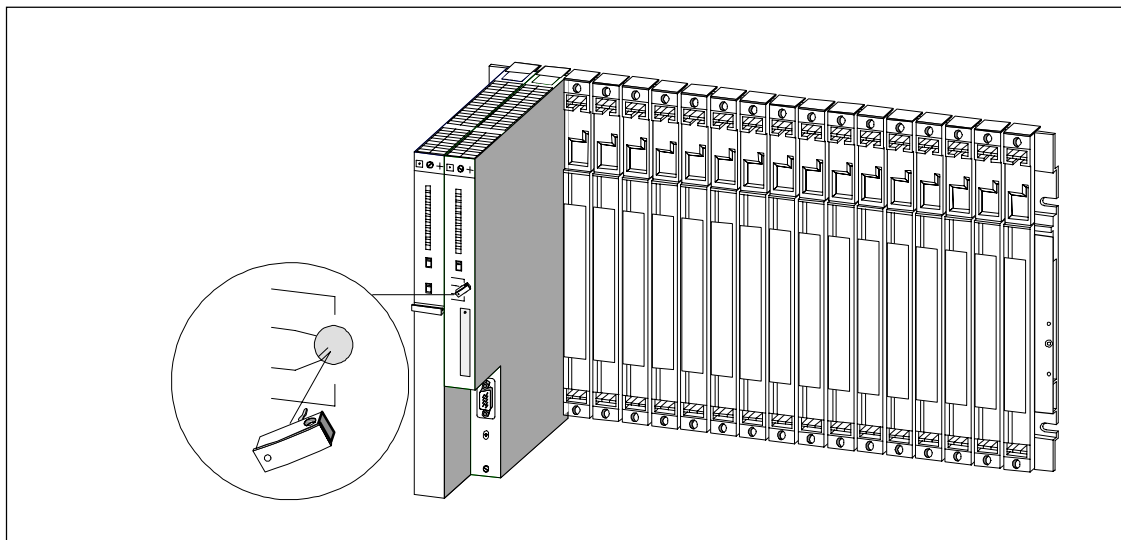

Рис. 5-12. Установка ключа в CPU
8. После установки всех модулей вставьте ключ в переключатель режимов работы CPU (см. рис. 5-12).
На рис. 5-12 показано, как вставить ключ в CPU в положении STOP переключателя. Вы можете удалять ключ в положении STOP или RUN.